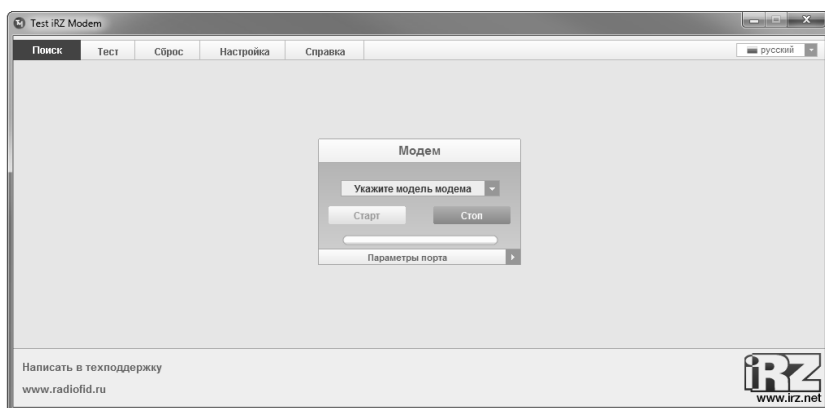

Рисунок 33 – Окно программы «Test iRZ Modem»
3.6.4.6.2.1. Запустить программу «Test iRZ Modem» (рисунок 33) и подключить модем кабелем к COM-порту компьютера.